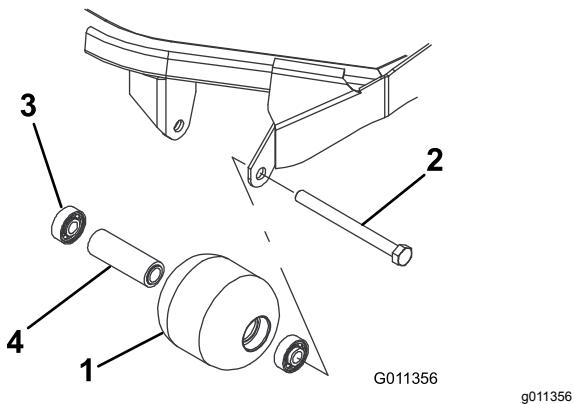

Рисунок 100
- Снимите болт крепления валика (Рисунок 100).
- Осмотрите корпус, подшипники и распорную втулку подшипника валика на наличие повреждений (Рисунок 100). Замените поврежденные компоненты и соберите узел.
- Запрессуйте передний подшипник в корпус валика (Рисунок 100). Прикладывайте усилие только к наружному кольцу или одинаковое усилие к внутреннему и наружному кольцам.
- Вставьте втулку подшипника (Рисунок 100).
- Запрессуйте второй подшипник в корпус валика (Рисунок 100), нажимая с одинаковым усилием на внутреннее и наружное кольца до тех пор, пока внутреннее кольцо не войдет в контакт с распорной втулкой подшипника.